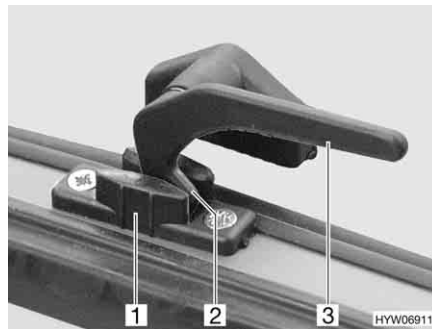

Bild 58 Verriegelungshebel in Stellung "Dauerbelüftung"
- in Stellung "Dauerbelüftung" (Bild 58)
- Den Verriegelungshebel (Bild 58,3) eine viertel Umdrehung zur Fenstermitte hin drehen.
- Den Verriegelungshebel eine viertel Umdrehung zum Fensterrahmen hin drehen. Die Verriegelungsnase (Bild 58,2) dabei in die Aussparung der Fensterverriegelung (Bild 58,1) einfahren.